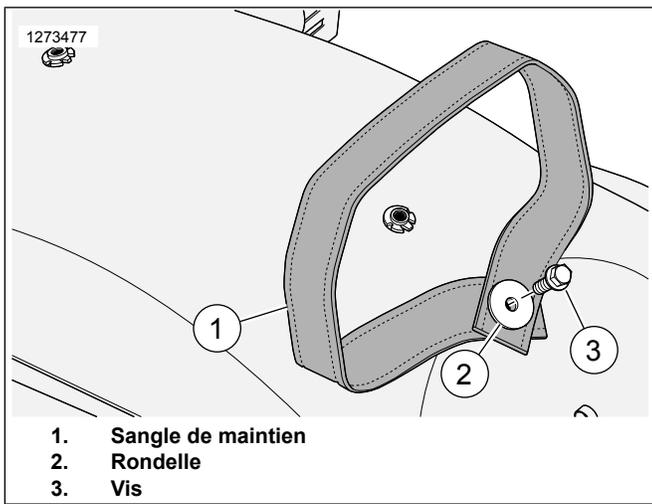

Figure 2. Sangle de maintien
Voir Figure 2. Plier la sangle de maintien (1).
3. Poser la rondelle (2) et la vis (3). Serrer.